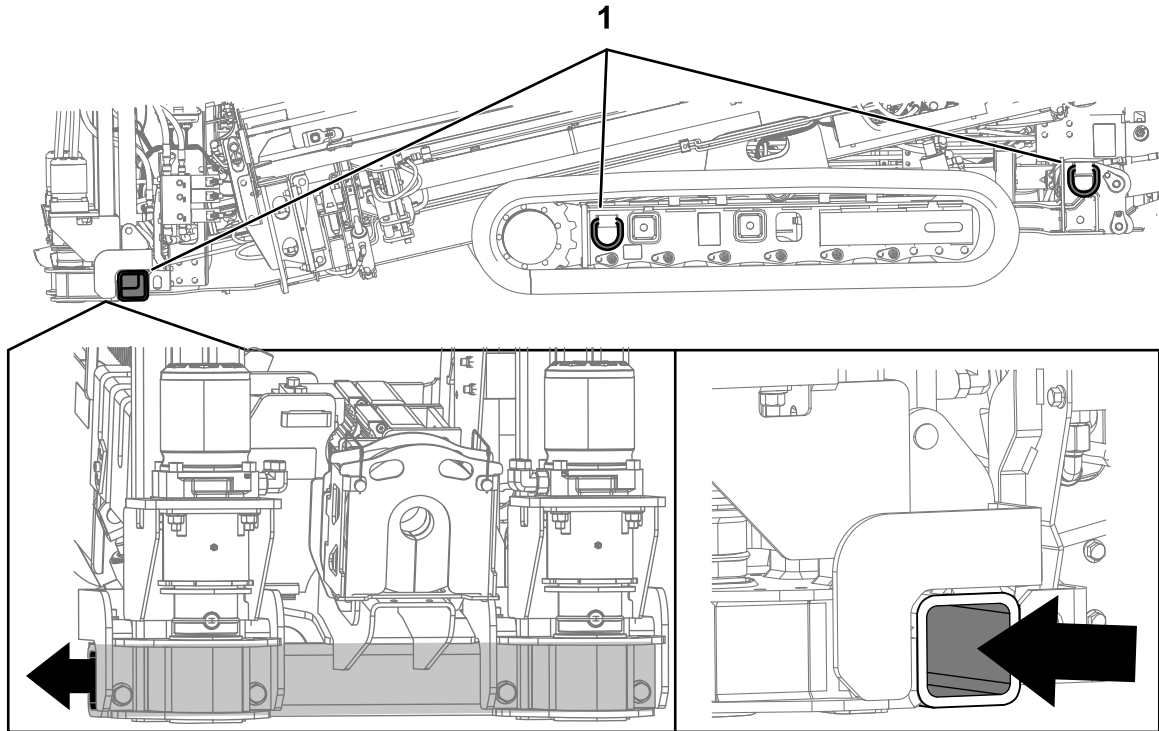

Bild 53
9. Verwenden Sie geeignete Ketten und Beschläge, um die Ringe am linken und rechten Kettenrahmen durch das Rohr an der Verankerungsplatte auf dem Anhänger zu befestigen (Bild 53).